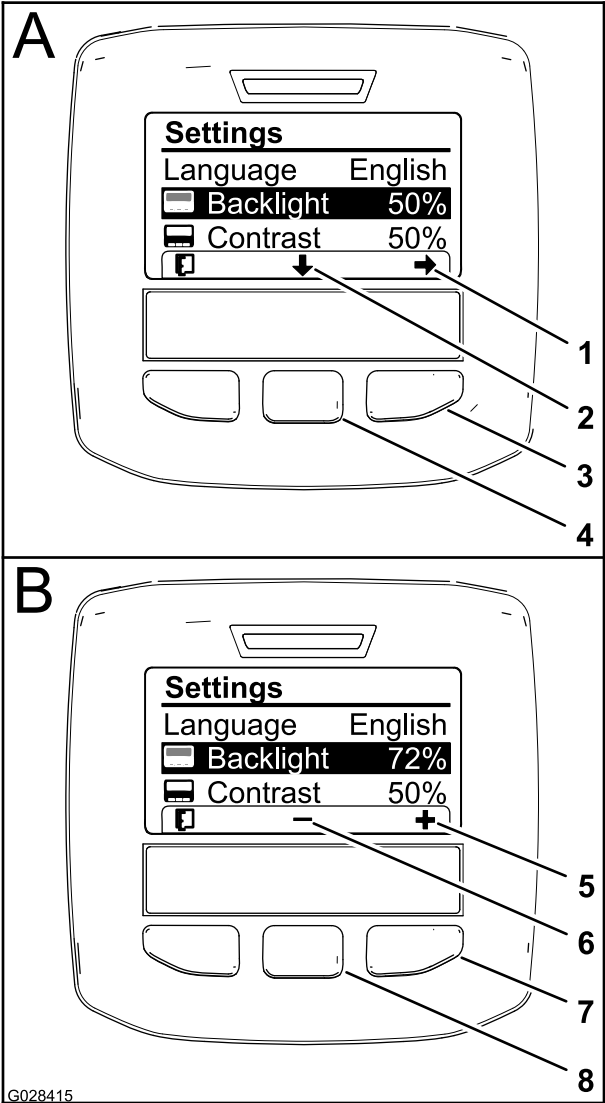

Figura 64
abajo en la pantalla) para mover la opción seleccionada hacia abajo a Retroiluminación (Figura 64).
3. Pulse el botón de selección derecho para mostrar el menú contextual Ajuste de valor (Figura 64).
4. Utilice el botón de selección central y el botón de selección derecha para cambiar el nivel de brillo de la pantalla (Figura 64).
5. Pulse el botón de selección izquierdo (el botón situado debajo del icono de lista de la pantalla) para guardar la selección, salir del menú Retroiluminación y volver al menú Configuración (Figura 64).
6. Para ajustar el nivel de contraste de la pantalla, pulse el botón de selección central (el botón situado debajo del icono de flecha abajo en la pantalla) para mover la opción seleccionada hacia abajo a Contraste (Figura 64).
7. Pulse el botón de selección derecho para mostrar el menú contextual Ajuste de valor (Figura 64).
8. Pulse el botón de selección izquierdo (el botón situado debajo del icono de Lista de la pantalla) para guardar la selección, salir del menú Contraste y volver al menú Configuración (Figura 64).
9. Pulse el botón de selección izquierdo para salir del menú Configuración y volver al Menú principal (Figura 62 y Figura 64).
10. Pulse el botón de selección izquierdo para volver a la pantalla de Inicio (Figura 64).